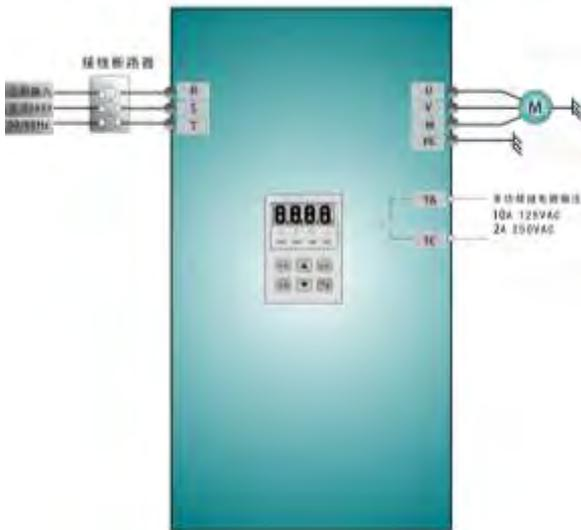

图 4-1 接线图 1
- (1) 按图 4-1 配线，检查接线正确后，合上空气开关，变频器上电；
- (2) 按方式键，进入编程菜单；
- (3) 设置变频器的功能参数；
- ① 进入 F203 参数，设置为 0；
- ② 进入 F113 参数，设置目标频率为 50.00Hz；
- ③ 进入 F200 参数，设置为 0，选择键盘控制起动方式；
- ④ 进入 F201 参数，设置为 0，选择键盘控制停机方式；
- ⑤ 进入 F202 参数，设置为 0，选择正转锁定。
- (4) 按运行键，起动变频器运行；
- (5) 在运行中，可按动▲或▼键，修改变频器当前频率；
- (6) 按“停/复”键一次，电机减速，直到停止运行；
- ① 进入 F132 参数，设置为 1，选择键盘点动；
- ② 进入 F200 参数，设置为 0，选择操作键盘运行命令控制方式；
- ③ 进入 F124 参数，设置点动运行频率为 5.00Hz；
- ④ 进入 F125 参数，设置点动加速时间为 30s（以 7.5KW 为例）；
- ⑤ 进入 F126 参数，设置点动减速时间为 30s（以 7.5KW 为例）；
- ⑥ 进入 F202 参数，设置为 0，选择正转锁定。
- (4) 一直按住运行键，电机加速到点动设定频率，并保持点动运行状态；
- (5) 松开运行键，电机减速，直到停止点动运行；